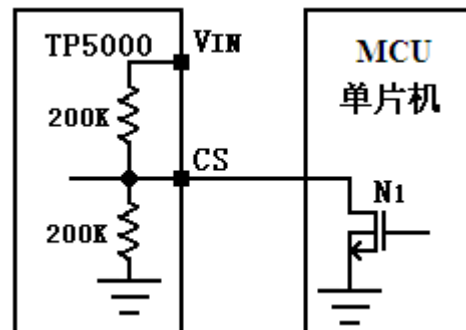

图 5 受外部控制的磷酸铁锂电池充电状态与停机状态的切换
3.6V 磷酸铁锂电池充电状态与停机状态的切换。如图 5 所示，如果 NMOS 管栅极输入低电平，N1 截止，此时 CS 端悬空，则充电截止电压为 3.6V，TP5000 为磷酸铁锂电池充电。当 NMOS 管栅极输入高电平，N1 导通，CS 端被下拉到 GND，TP5000 为停机模式。